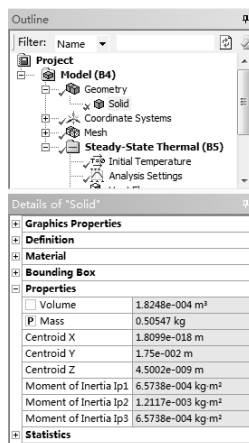

图 12-79 设置质量为目标函数
1) 在【Outline (分析树)】中选择【Model (B4)】节点下的【Solid】选项，在详细设置窗口中选中【Properties】选项下的【Mass】，使其前面显示为 P，设置质量为目标函数，如图 12-79 所示。